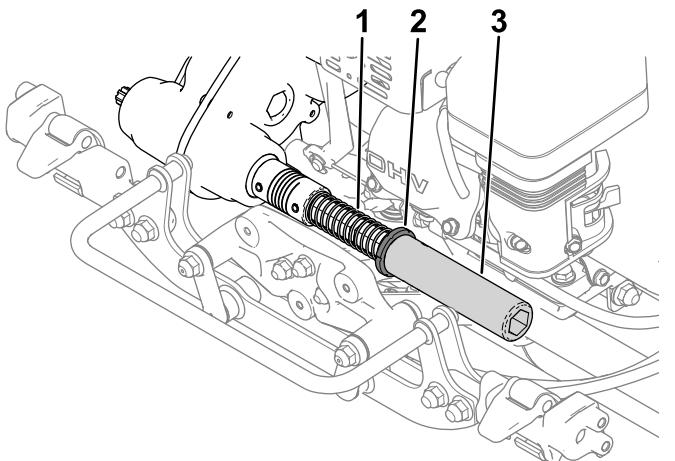

Bild 3
2. Installieren Sie die Feder, den Bund und das Sechskantrohr an der Kupplungswelle des Getriebes (Bild 3).